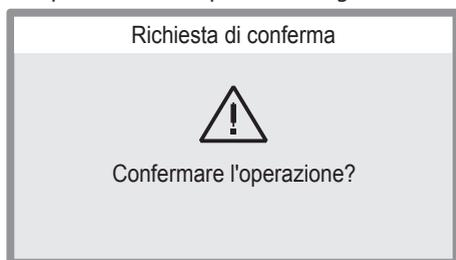

Figura 3.6
- Premere il pulsante 15 per iniziare l'operazione automatica di riempimento o il pulsante 16 per annullare l'operazione (Figura 3.6).